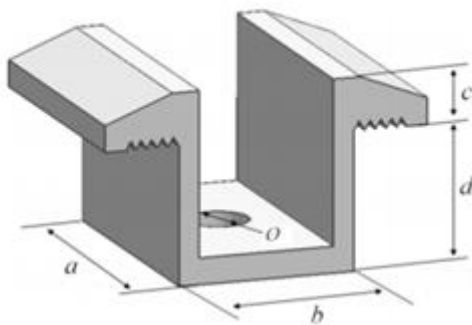
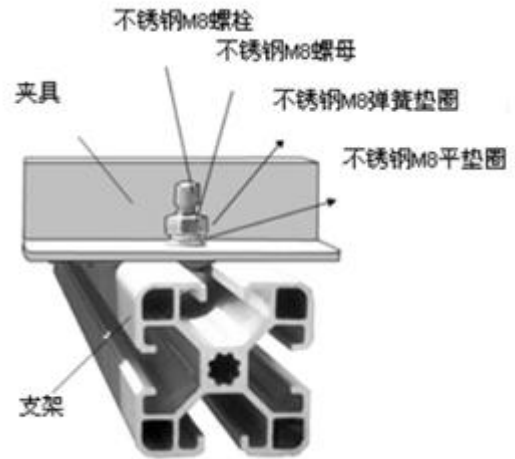

图 5 中压块示意图
图 6 边压块示意图
② 务必避免因夹具形成的阴影对组件造成遮挡效应。漏水孔不能被夹具遮挡。夹具必须与组件边框保持至少 8mm 但不超过 11mm 的重叠部分（保证组件可靠安装的前提下可以变更夹具截面）。
③ 支架与组件边框接触的上表面需有一个与 M8 螺栓匹配的凹槽。
④ 若支架上无凹槽，则需在上述提到的位置钻一个直径大小合适的孔，以便螺栓固定。
⑤ 确保每个压块的安装顺序为平垫圈、弹簧垫圈、螺母。
⑥ 图 5 所示为中间安装压块，图 6 所示为边缘安装压块。中间压块的尺寸为  $a \geq 40 \text{ mm}$ ,  $b \geq 26 \text{ mm}$ ,  $c \geq 5 \text{ mm}$ ,  $d \geq 28 \text{ mm}$ ,  $\varnothing = 9 \text{ mm}$ 。当螺栓和螺丝为 8.8 等级时，推荐收紧扭矩为 17~23Nm。